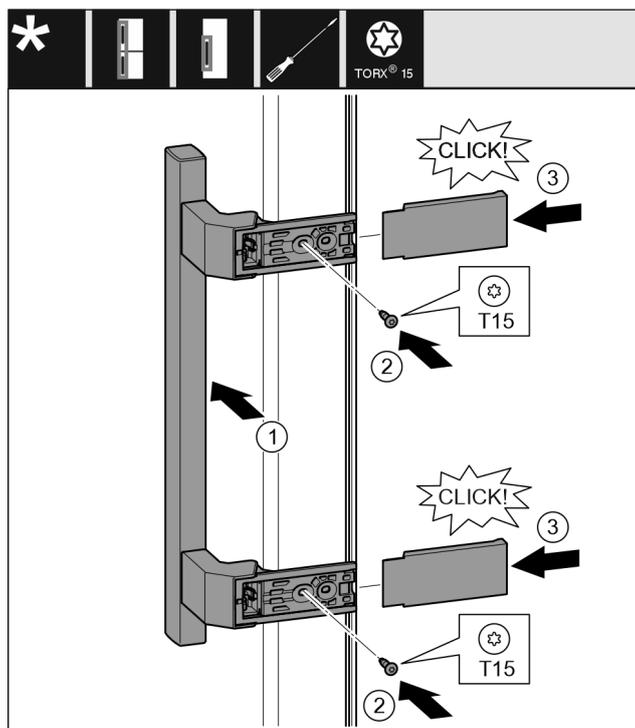

Fig. 30
- ▶ Colocar el tirador en el lado opuesto. Fig. 30 (1)
- ▶ Apretar los tornillos con el destornillador T15. Fig. 30 (2)
- ▶ Colocar las cubiertas en los laterales y desplazar. Fig. 30 (3)